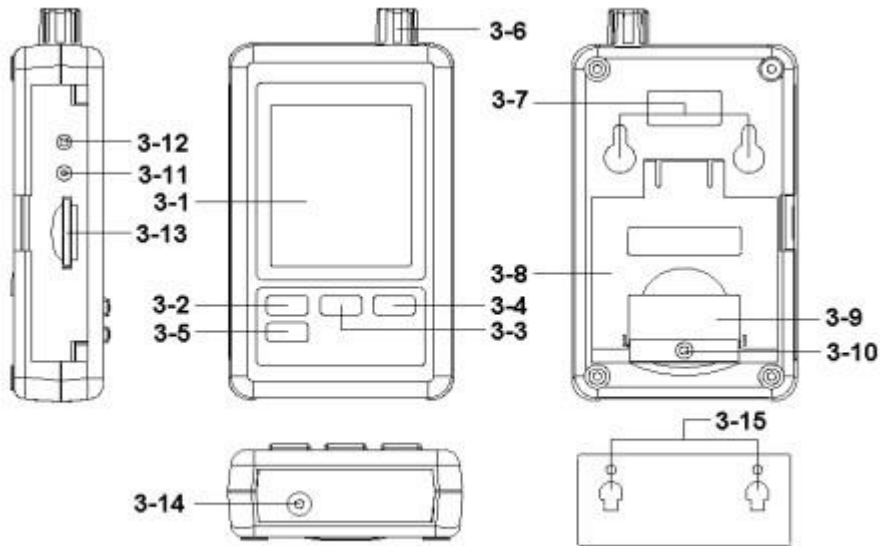

Fig. 1
- Pil kapağı vidasını gevşetin. " (3-10, Fig.1) ve Sayaç "Pil Kapağını" götürmek.
- Pil kapağı pili değiştirdikten sonra güvenli olduğundan emin olun.(3-6, Fig.1).
"SD hafıza kart" hazırlama (1 GB - 16 GB, isteğe bağlı), SD kartın içine " SD kart soket" ekle. (3-13, Fig.1) Doğru yönde olduğuna emin olun.
2 saniyeden fazla sürekli **Logger** düğmesine basınız, Ekran kadar göstergesini göster " VERİ KAYDEDİCİSİ" 'serbest " kaydedici düğmesi " (3-2 Fig. 1)
Veri kaydedicisi fonksiyonu altında çalıştırmaz, ayarlar moduna girmek için **SET** düğmesine 2 saniye sürekli basın.(3-5, Fig.1)Yeni ana fonksiyon seçmek için sırayla ekranda gösterilir:
1) "▲ düğmesi" (3-3, Fig.1) veya " ▼ düğmesi" (3-4, Fig.1) değer kabul için (Yıl değeri başlatma ayarı).Sonra istenilen değer ayarlanır, '**Enter** düğmesi'" basarak bir sonraki değer için ayarlamaya devam edecek.(Örneğin, İlk ayar değerini ayarlayın sonra ay, Tarih, Saat, Dakika, Saniye değeri bir sonraki yıl).